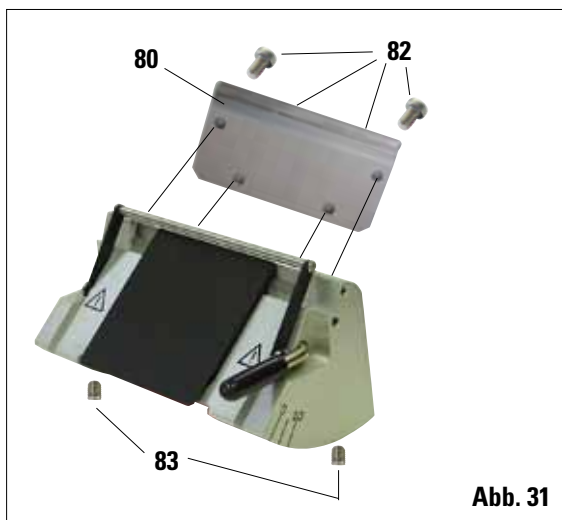

Abb. 31
Die hintere Andruckplatte (**80**) liegt auf zwei Stiftschrauben (**83**, Abb. 31) auf, die eine Höhen- und Paralleljustierung ermöglichen.
- Andruckplatte mit den Stiftschrauben (**83** - siehe Abb. 31) so justieren, dass die Anlagefläche (**84**) für die Klinge (**77**) ca. 0,1 - 0,2 mm höher steht, als die Grundfläche der Seitenbacken des Messerhalters (**85**). Dies ist vor allem bei Geräten wichtig, deren Messerhalterbasis keine Lateralverschiebung besitzt.